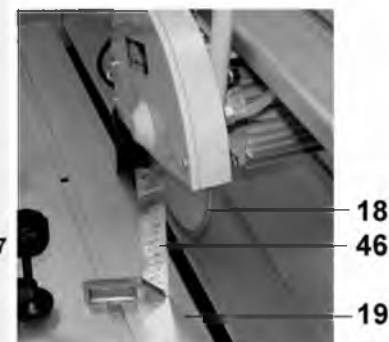

Рис. 16
10.2.1. Ослабьте положение двух винтов фиксации (4). Установите отрезной диск (18) в вертикальное положение на отметку 0° по шкале (26) и указателю (27), Рис. 2.14. Как показано на Рис.16, проверьте угол 90° положения отрезного диска (18) относительно рабочего стола (19); при необходимости произведите корректировку положения указателя (27), Рис.14.